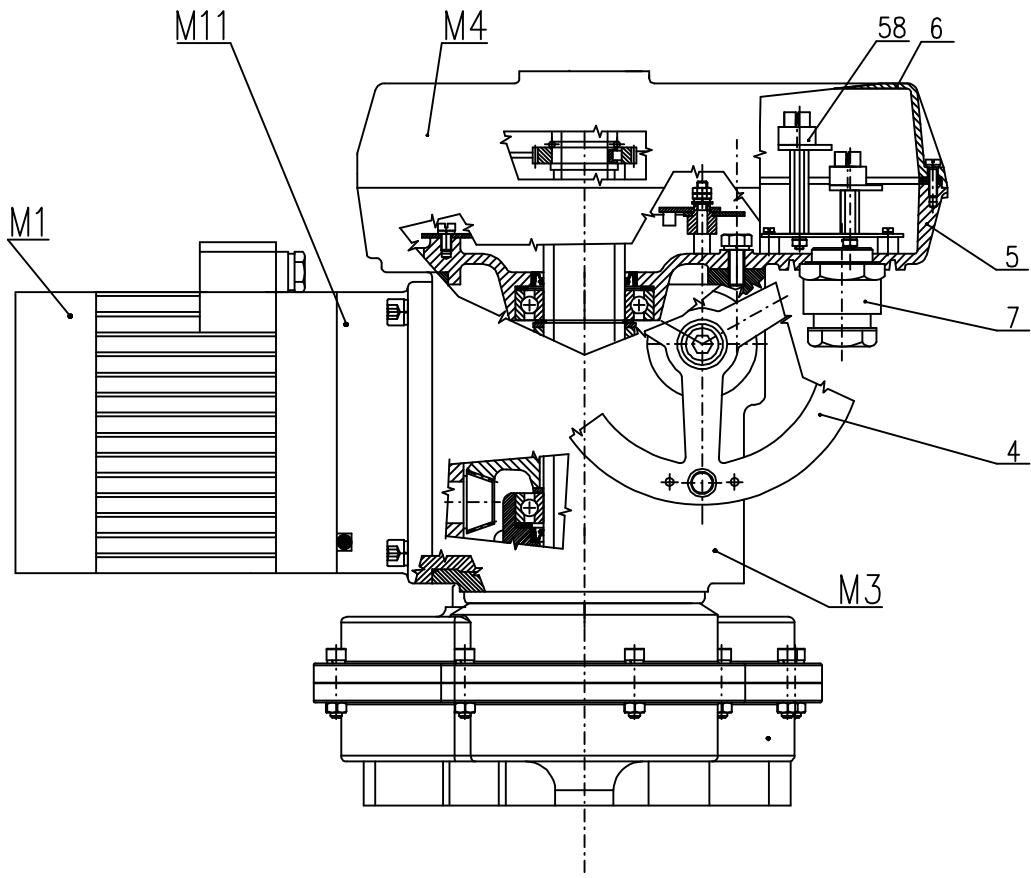
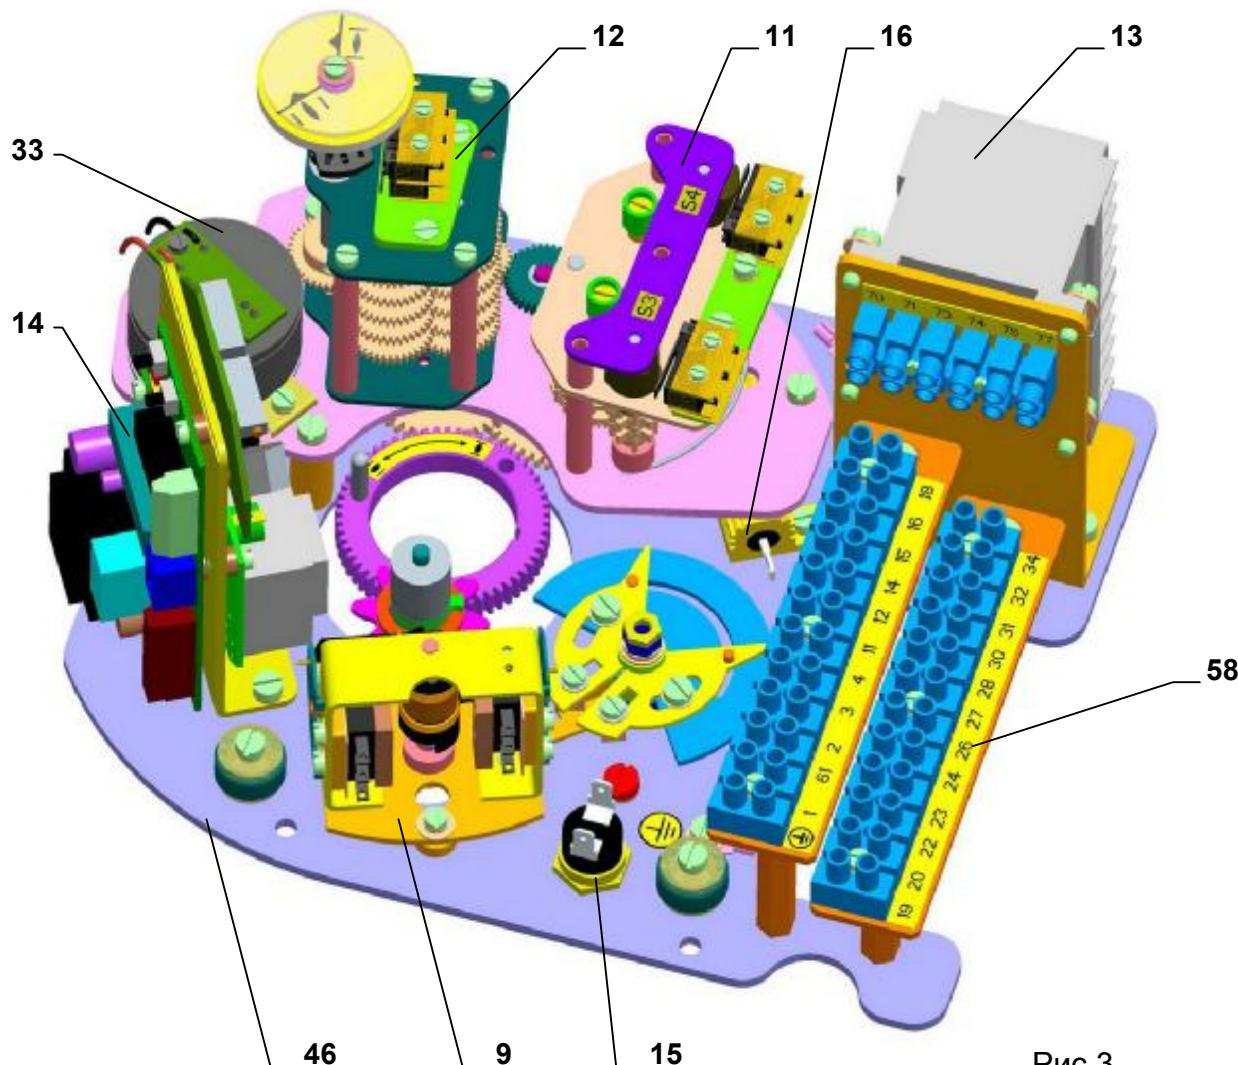

Рис. 1
Рис.3
ЭП МО многооборотные состоят из следующих модулей (рис.1-МО 3-А, рис.1а-МО 4-А):
Рис.1а
Модуль М4 – коробка управления (Рис. 1), помещен в верхней части ЭП и создает самостоятельное функциональное целое. Верхнюю часть образует кожух коробки управления. Нижняя часть коробки управления заключает шкаф силовой передачи и создает несущую часть передачи управляющей плиты (Рис.3).
- блок положения (11)
- блок сигнализации с передачным звеном (12)
- блок моментного выключения (9)
- блок датчика (33) (для спецификации ЭП)
- нагревательное сопротивление (16) с термическим выключателем (15)
- реверсивные контакторы (13) (для спецификации ЭП)
- электрическое включение через клеммные колодки (58), расположенные в коробке управления и кабельных вводов (7)(рис.1).